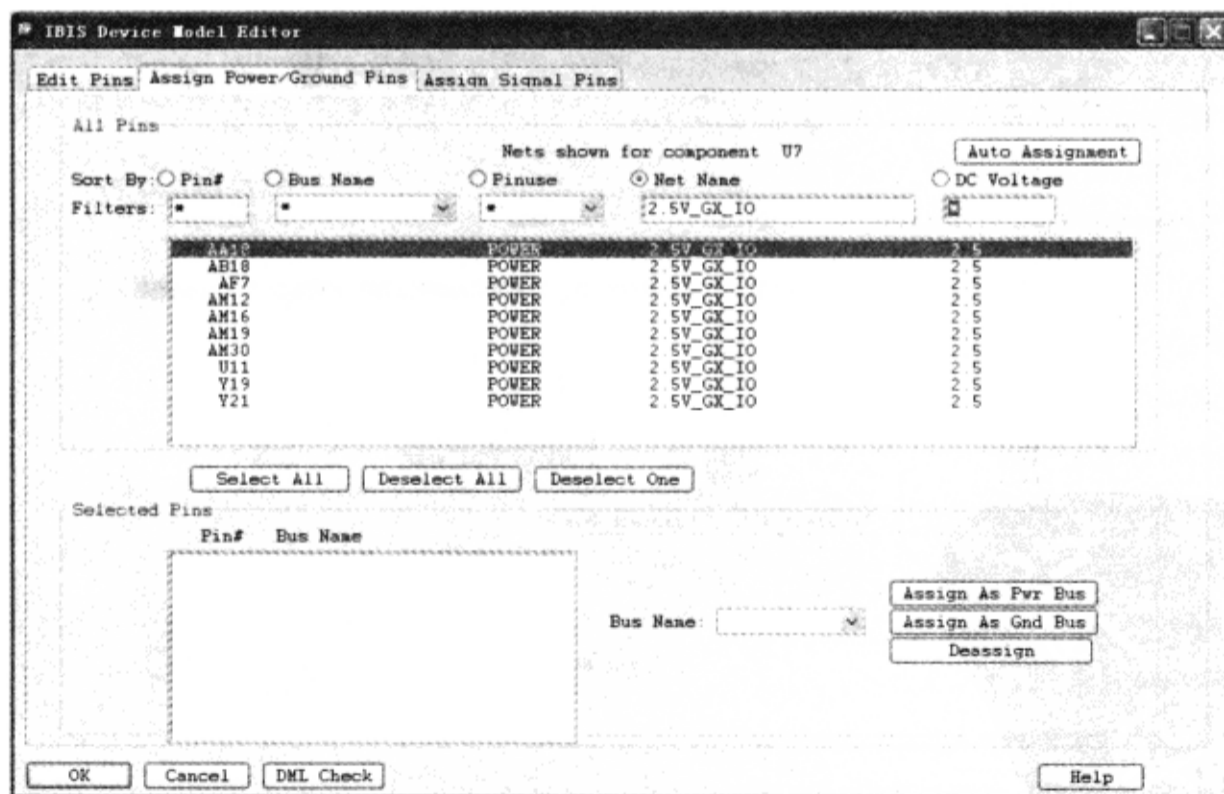

图 5-3-45 显示指定网络
(7) 选中“Net Name”单选按钮→在“Net Name”下面的文本输入区域输入“2.5V\_GX\_IO”并按“Tab”键，显示那些网络，如图 5-3-45 所示，网络名仅显示“2.5V\_GX\_IO”。